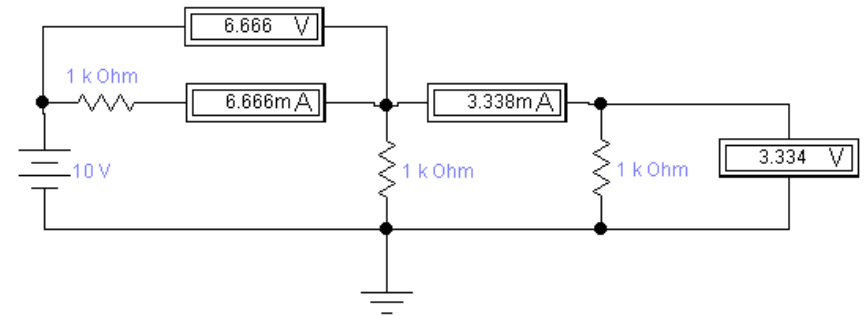

Рис. 2.10
2.6.4. В программе WorkBench постройте модель, показанную на рис. 2.10.